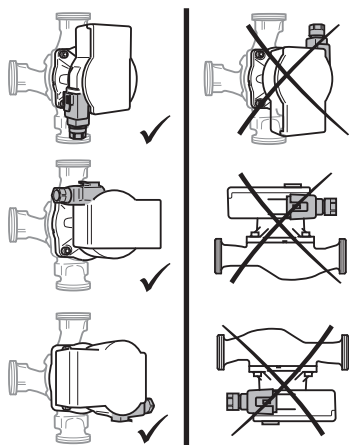

Fig. 2: Монтажные положения
- Место установки выбирать с учетом допустимого монтажного положения (Fig. 2).
- Учитывать допустимое монтажное положение (Fig. 2) насоса, при необходимости повернуть головку электродвигателя (2+6).
- Удерживать головку электродвигателя (2+6) и выкрутить 4 винта корпуса (5).
- Учитывать допустимое монтажное положение (Fig. 2) и стрелку на корпусе насоса (1), которая показывает направление потока.
- Затянуть 4 винта корпуса (5).